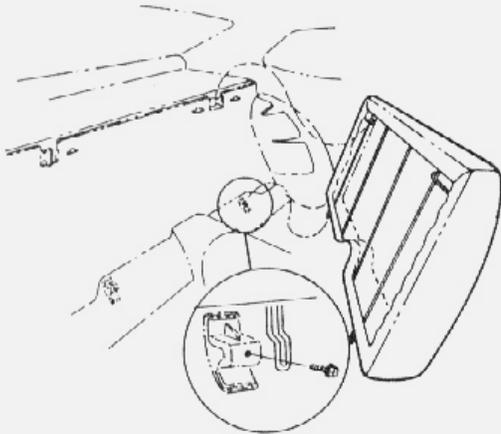

fig. 3 — encosto do banco traseiro
3. Segurar o encosto pela parte inferior e levantá-lo para livrá-lo da fixação (fig. 3).
1. Colocar o encosto no veículo de modo que o gancho se encaixe na fixação (fig. 3).